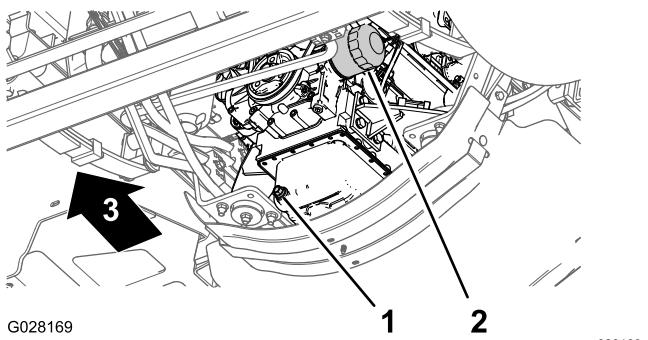

Figura 72
3. Allineate una bacinella di spurgo sotto il filtro dell'olio del motore (Figura 72).
4. Togliete il vecchio filtro dell'olio (Figura 72).
8. Montate il filtro dell'olio nell'adattatore del filtro, giratelo in senso orario finché la guarnizione di gomma non sfiora l'adattatore, quindi serrate il filtro di un altro  $\frac{1}{2}$  giro (Figura 72).
- Allineate una bacinella di spуро sotto il tappo di spуро (Figura 72).
- Rimuovete il tappo di spуро e lasciate che l'olio venga spurgato completamente (Figura 72).